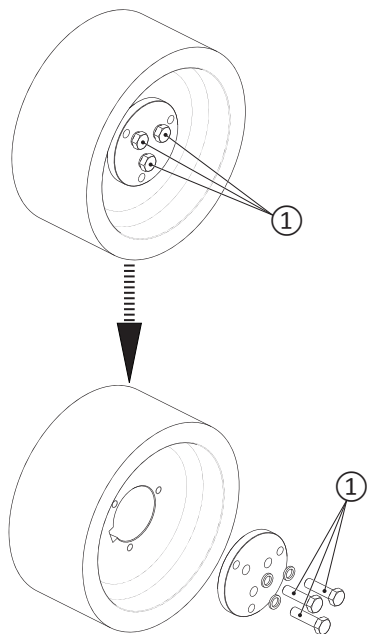
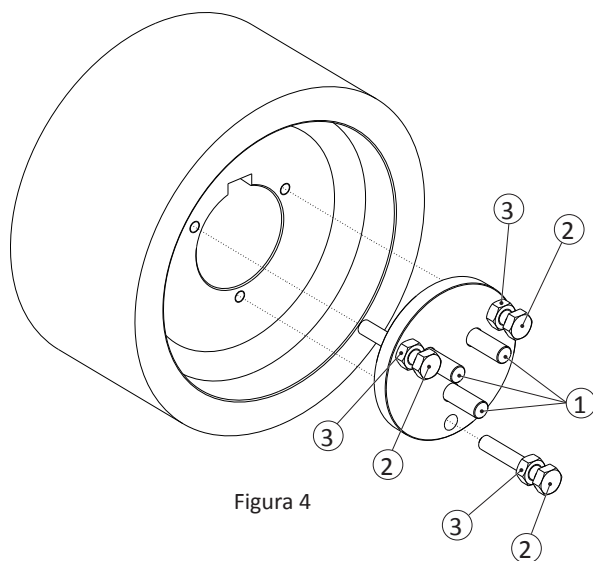

Figura 3
Figura 4
- Svitare le viti di fissaggio ① “Figura 3” e posizzarle come rappresentato in “Figura 4”.
- Avvitare i dadi ③ nelle viti ② e posizzarli come rappresentato in “Figura 4”.
- Avvitare per 15/20 mm le viti ② nei fori filettati presenti sulla puleggia.
- Procedere all'estrazione della puleggia serrando con sequenza circolare i dadi ③, mantenendo le viti ② fisse sulla puleggia.
① VITI M12x45
② VITI M10x60 (non presenti nella fornitura)
③ DADI M10 (non presenti nella fornitura)